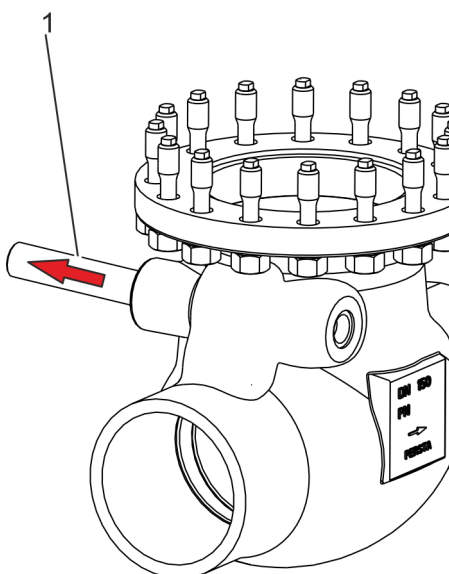

Fig. 29: Extraer el eje de la clapeta
8. ➔ Extraiga con cuidado el eje de la clapeta (Fig. 29/1) del cuerpo y del brazo de la clapeta.